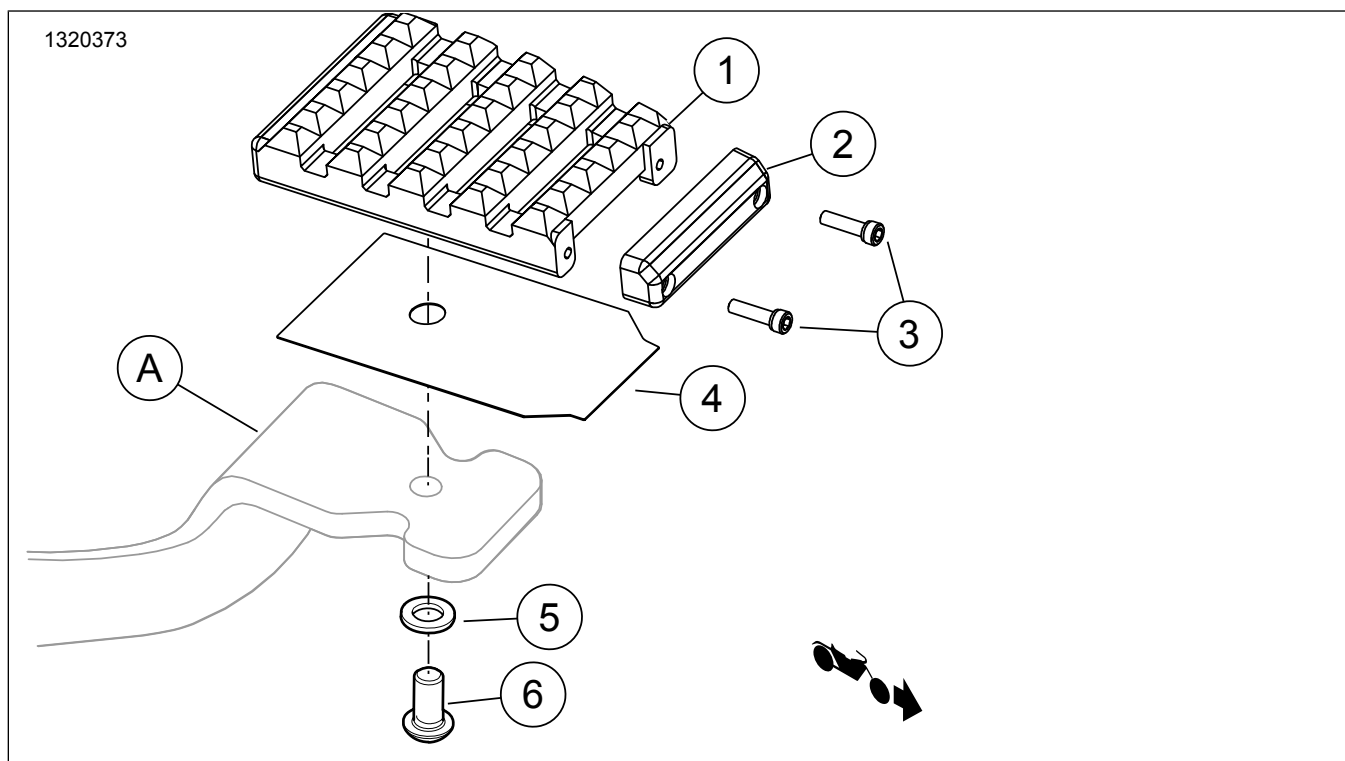

Рисунок 1. Содержимое комплекта Компоненты накладок педали тормоза
1. См. Рисунок 1 . Совместите **новую** накладку педали тормоза (1) и вставку (4) с торцом рычага ножного тормоза (А) и задвиньте их.
2. Установите простую шайбу (5) и винт (6).
3. Вверните винт (6) через отверстие в рычаге ножного тормоза (А) в заднюю часть накладки педали тормоза (1). Затяните.
1. См. Рисунок 1 . Выверните винты (6).
2. Замените окантовку или слайдер (2).
3. Нанесите каплю фиксатора резьбы на винты (3).